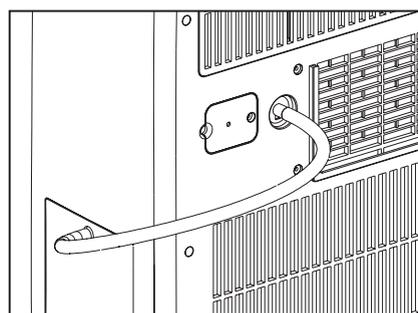

Fig. 5
- Remova a ficha de drenagem da parte de trás do aparelho e ligue a mangueira de drenagem, em seguida, ligue a outra ponta da mangueira de drenagem ao reservatório de água, conforme indicado na Fig.5, Para que a água condensada esorra para dentro do tanque interior através da mangueira de drenagem.